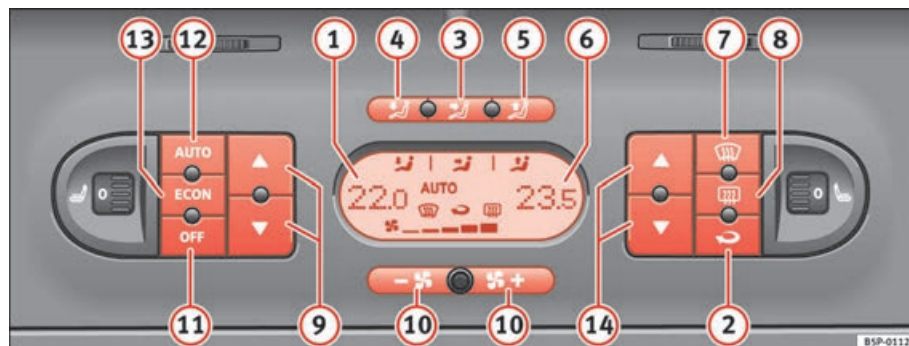

Fig. 132 Sulla plancia portastrumenti: i comandi del Climatronic 2C
- Premere i tasti di regolazione della temperatura ⇒ pag. 162, fig. 132 ⑨ o ⑭ per regolare rispettivamente la temperature della zona sinistra o della zona destra dell'abitacolo.
- Premere il tasto  ⇒ pag. 162, fig. 132. Compare “AUTO” sul display.